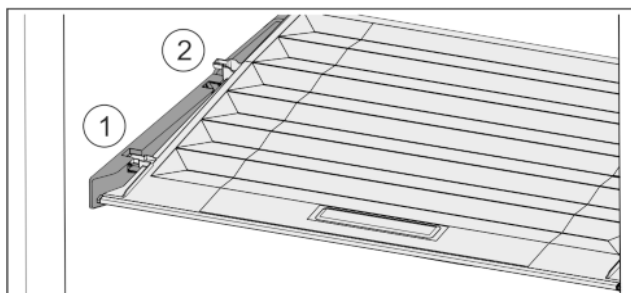

Fig. 31
- ▶ Træk dækslet fremad til åbning i holdedelene Fig. 31 (1).
- ▶ Løft nedefra og bevæg det opad og ud Fig. 31 (2).